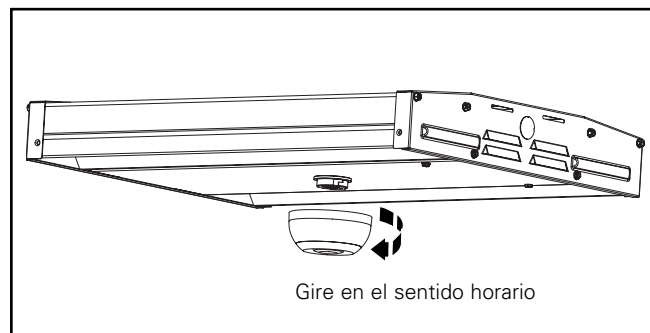

Figura 2.
2. Retire el sensor del receptáculo. (Figura 2.)